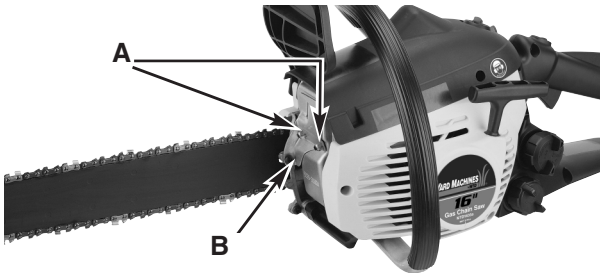

Fig. 37
1. Retire los 3 pernos (A) y jale el silenciador del escape hacia afuera. (Fig. 37).